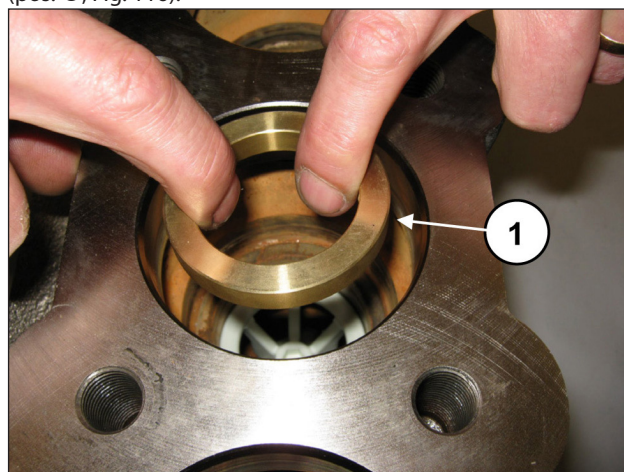
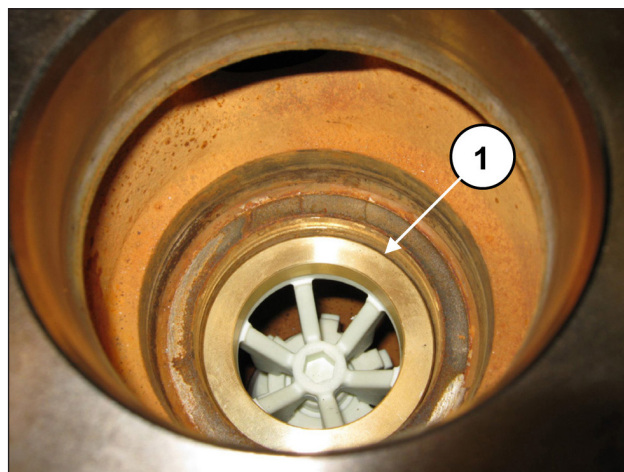

Fig. 115
Fig. 116
Introducir la anilla distanciadora del alojamiento de la válvula (pos. ①, Fig. 115) de manera que haga tope en el distanciador (pos. ①, Fig. 116).